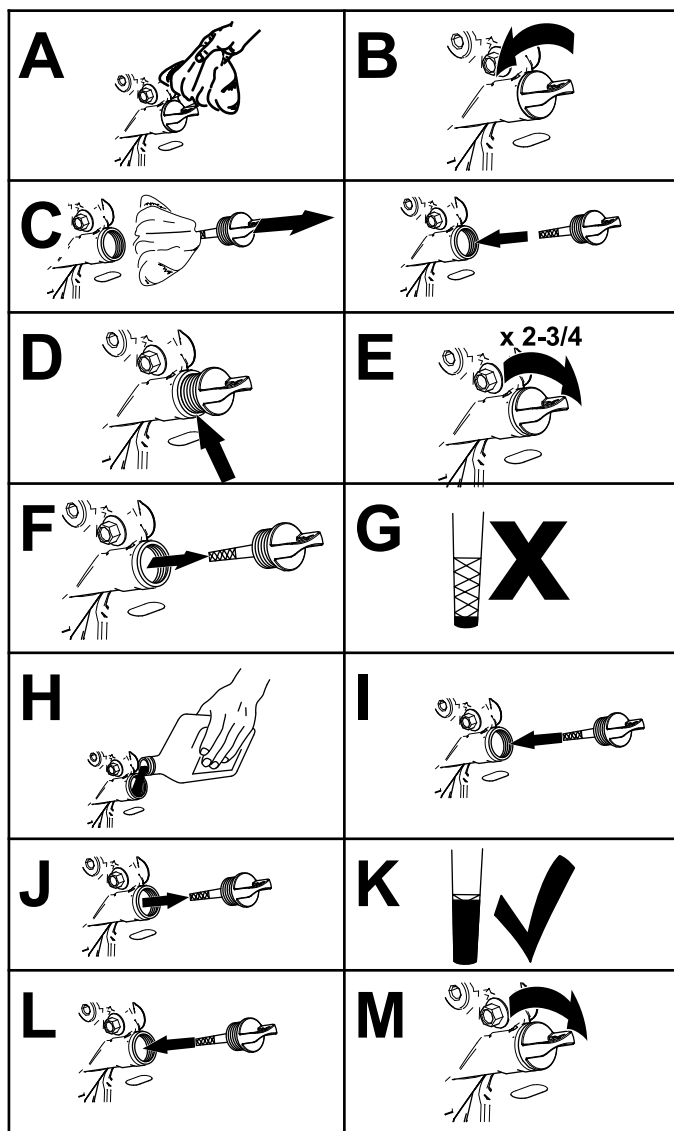

Figure 34
4. Contrôlez le niveau d'huile moteur, comme montré à la Figure 34.